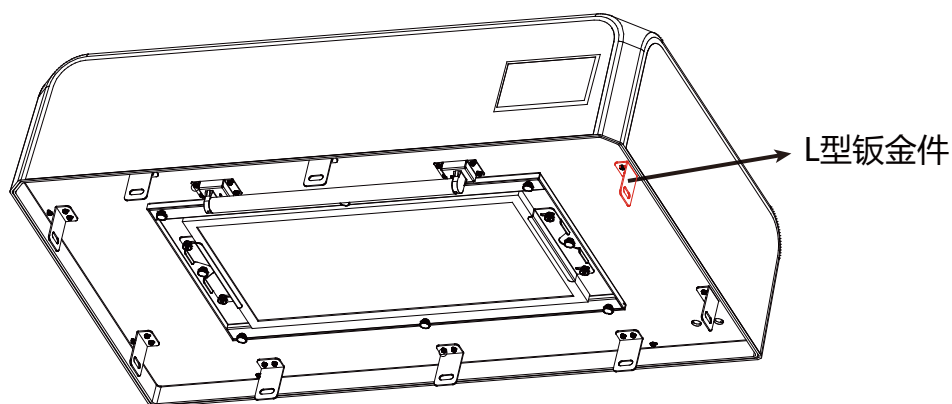

图1-1 安装固定位置
(1) 把气溶胶隔离舱负压安全罩放置在隔离舱顶部正确方向，把L型钣金件插入到型材件内侧，适当调整安全罩外壳边缘位置，用T型螺母把L型钣金件固定到型材件上，如图1-1所示。